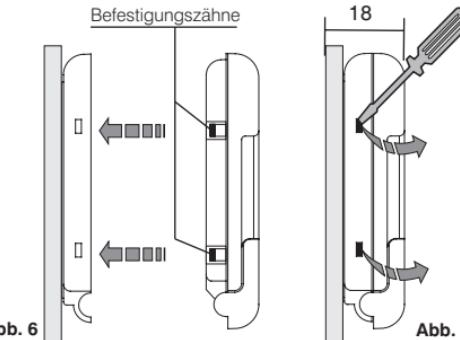

Abb. 6
- Das Gehäuse der Raumthermostatuhr wie in Abb. 6 dargestellt, auf die Grundplatte setzen.